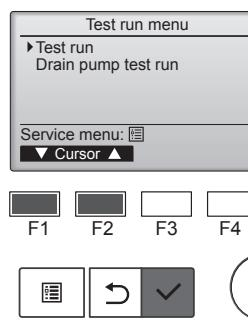

Fig. 7-2
- Dans le Menu de fonctionnement, sélectionnez "Test run" (Test fonctions) puis appuyez sur la touche [CHOIX]. (Fig. 7-2)